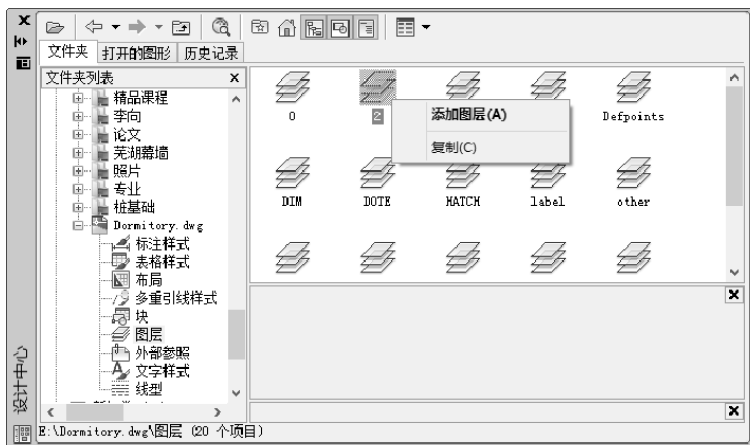

图 6-43 选择复制对象
2) 在“设计中心”选项板的“文件夹”选项卡中，选择要进行复制操作的图形文件，此时将会显示该图形中的内容列表。例如，可以在内容列表中选择“图层”，在“设计中心”的内容区域将会显示出该图形文件中所有的图层信息，可以在此选择所要复制的图层，如图 6-43 所示。